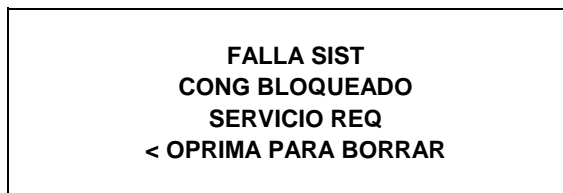

Figura 15
2. Se ha presentado una falla del termistor (del cilindro refrigerante, de la tolva o de glicol) durante el proceso de tratamiento térmico. (Vea la figura 15.)